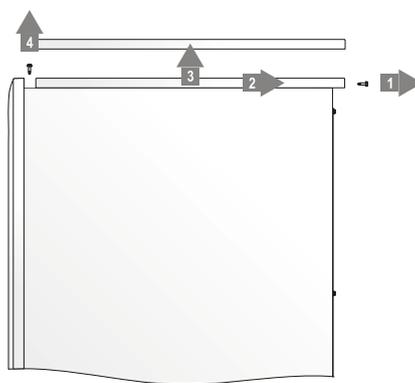

figura 20
- La tapa superior se desmonta soltando los dos tornillos roscachapa que sujetan la tapa por la parte posterior de caldera (figura 20; 1). Una vez sueltos los tornillos se debe desplazar la tapa hacia atrás (figura 20; 2) para poder levantarla (figura 20; 3).
- Para desmontar el frontal superior se deben soltar los 2 tornillos roscachapa de la parte superior del mismo (figura 20; 4).